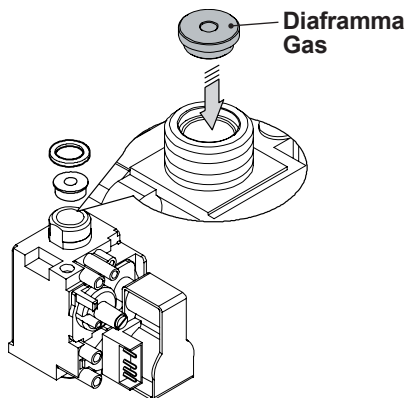

Figura 8.2
- Eseguire la trasformazione del tipo di gas sostituendo correttamente il diaframma gas (Figura 8.2), facendo riferimento alla sezione "Dati tecnici" pag. 26 (modello M160.2025 SM/M) e pag. 29 (modello M160.3035 SM/M).